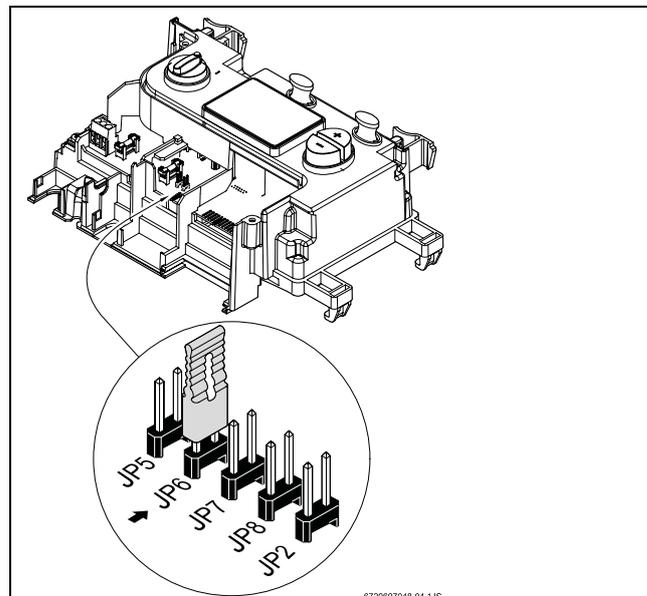

Fig. 21 Posizione morsetti e ponticello
- ▶ Per impostare il tipo di combustibile utilizzato fare riferimento alla tabella 4 ed alla Fig. 21. Inserire il ponticello nei morsetti JP6 per un funzionamento con metano e Aria Propanata, togliere il ponticello dai morsetti JP6 per un funzionamento a GPL.